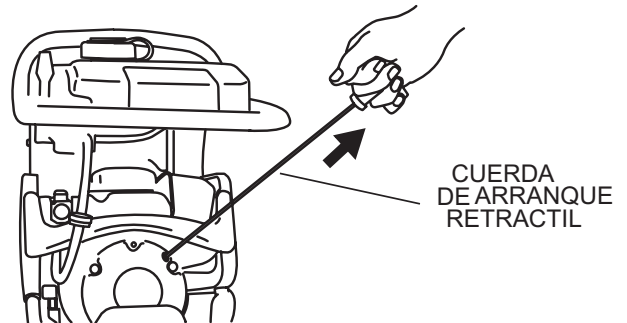

Figura 8. Arranque retráctil
3. Sujete el asa para el arranque retráctil (Figura 8) y jálela hasta sentir una ligera resistencia. Entonces jale firme y rápidamente. Regrese el asa de arranque retráctil hacia la cubierta antes de soltarla.